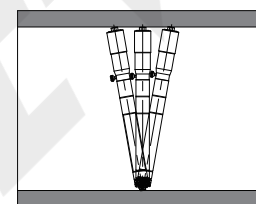

Abb. 3
3. Vergewissern Sie sich während der Messung, dass sich keine Späne oder andere Ablagerungen auf den Messflächen und der Werkstückoberfläche befinden, die das Ergebnis beeinflussen könnten. Drehen Sie die Reibhülse so, dass sie kleiner als der Lochdurchmesser ist, und führen Sie dann die Messschraube in das Loch ein. Setzen Sie die feste Messfläche so ein, dass sie das gemessene Loch berührt, drehen Sie die Reibhülse langsam, schütteln Sie die Messschraube leicht entlang der axialen und radialen Richtung des Lochs, um den minimalen Wert in axialer Richtung (Abb. 3) und den maximalen Wert in radialer Richtung (Abb. 4) zu ermitteln, ziehen Sie die Feststellschraube an und nehmen Sie die Messschraube heraus, um das Ergebnis zu erhalten.